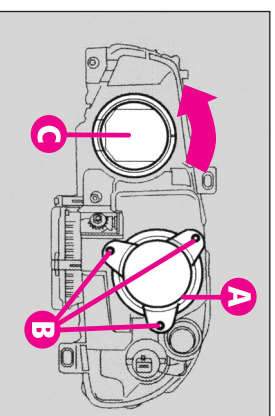
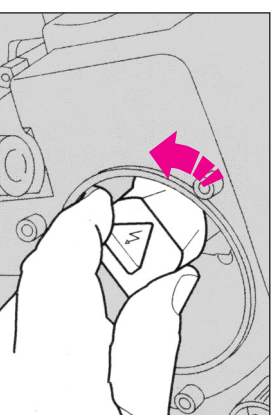

fig.23
fig.24
-desfaceți cele trei suruburi (B-fig.23) și îndepărtați capacul protector (A).
-rotiți conectorul (B-fig.24) al lămpii cu xenon cu un sfert de tură, în sensul invers acelor de de ceasornic, ca în figura 25 și scoateți-l.
-Montați la loc capacul protector.(A-fig. 23).
-rotiți capacul protector în sensul invers acelor de ceasornic (C-fig.23) pentru a ajunge la bec.(A-fig.24).
-montați corect capacul protector.(C-fig. 23).
- Rotiți capacul protector(**C-fig. 23**) în sensul invers acelor de ceasornic .
- Montați corect capacul protector(**C-fig. 23**).